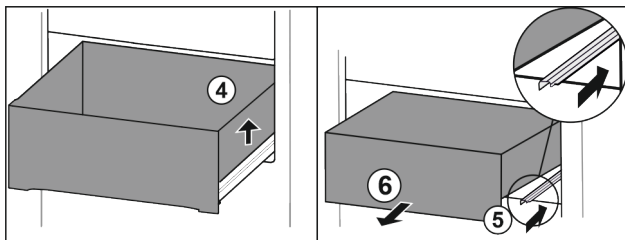

Fig. 83
- Nadvihnite zásuvku doprava. Fig. 83 (4)
- Zasuňte pravú koľajničku. Fig. 83 (5)
- Odoberte zásuvku dopredu. Fig. 83 (6)